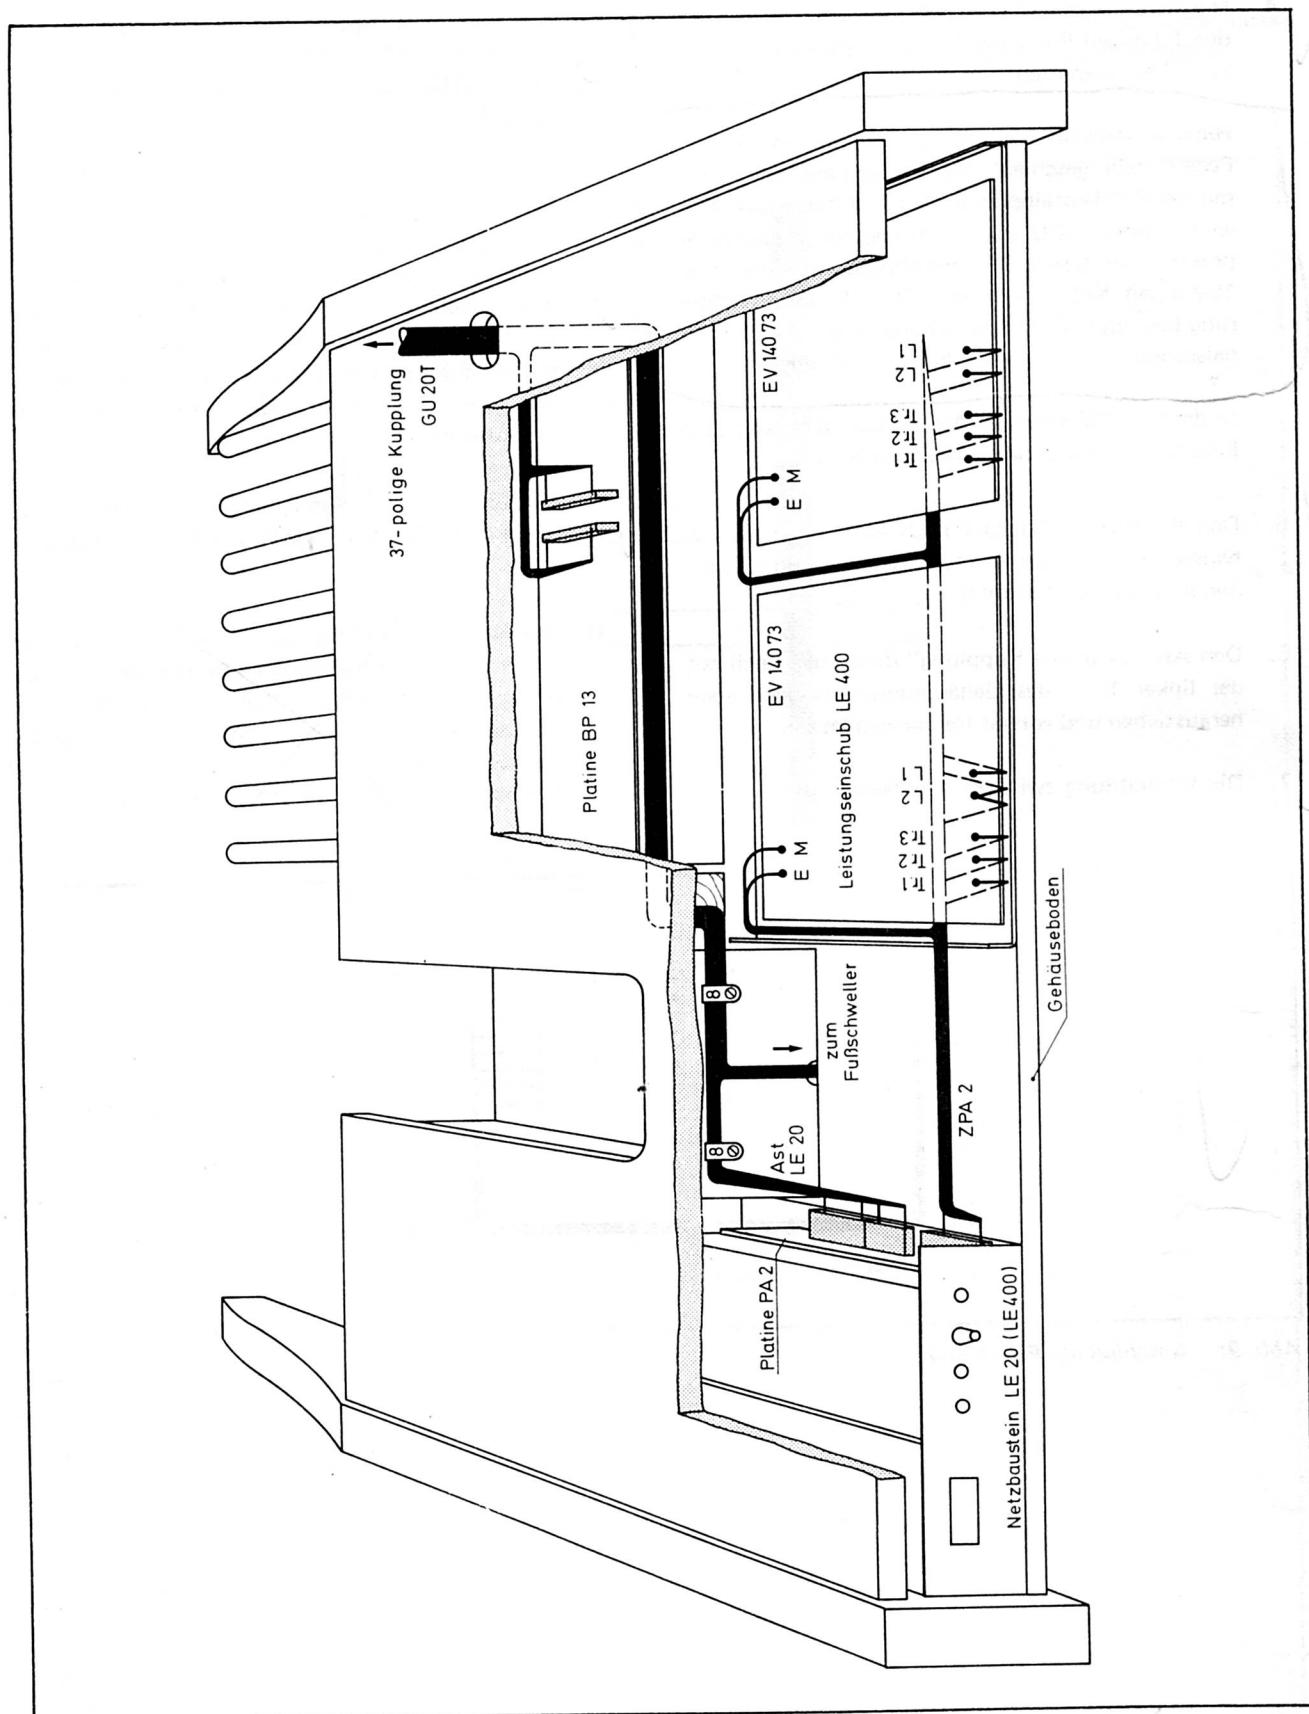

Abb. 10: Lage der Bauteile im Gehäuseunterteil
5. Den Kabelbaum GU 20 T nach Abb. 10 in das Gehäuseunterteil einbauen (Kabelschellen und Schrauben lt. Stückliste 2 in BP 5).